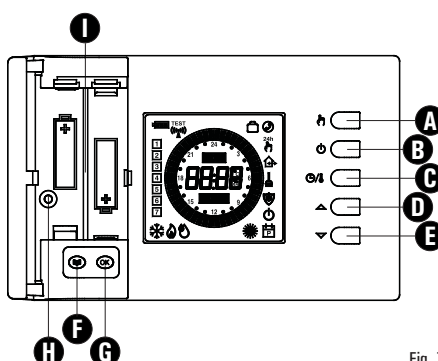

Fig. 7
- 6 Insérer les batteries dans le logement des batteries (I de la Fig. 7); voir le paragraphe 'INSERTION/REPLACEMENT DES BATTERIES'.